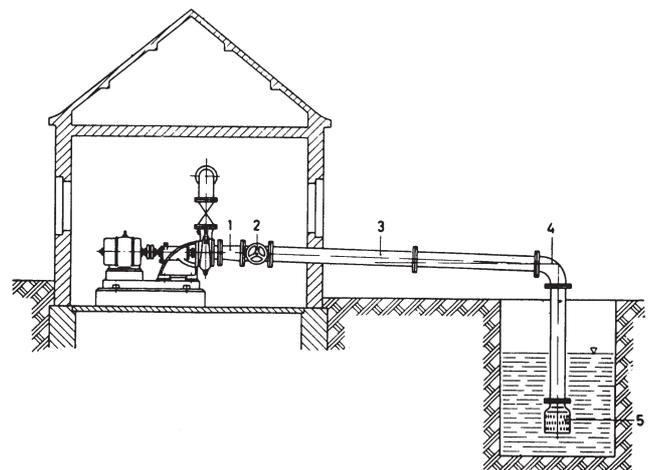

fig. 1 Colocação correta da tubulação de aspiração
Em tubulações horizontais a ligação entre o tubo de aspiração e a boca de aspiração da bomba, quando de diâmetros diferentes, deve ser feita por meio de redução excêntrica (fig. 1, pos. 1).